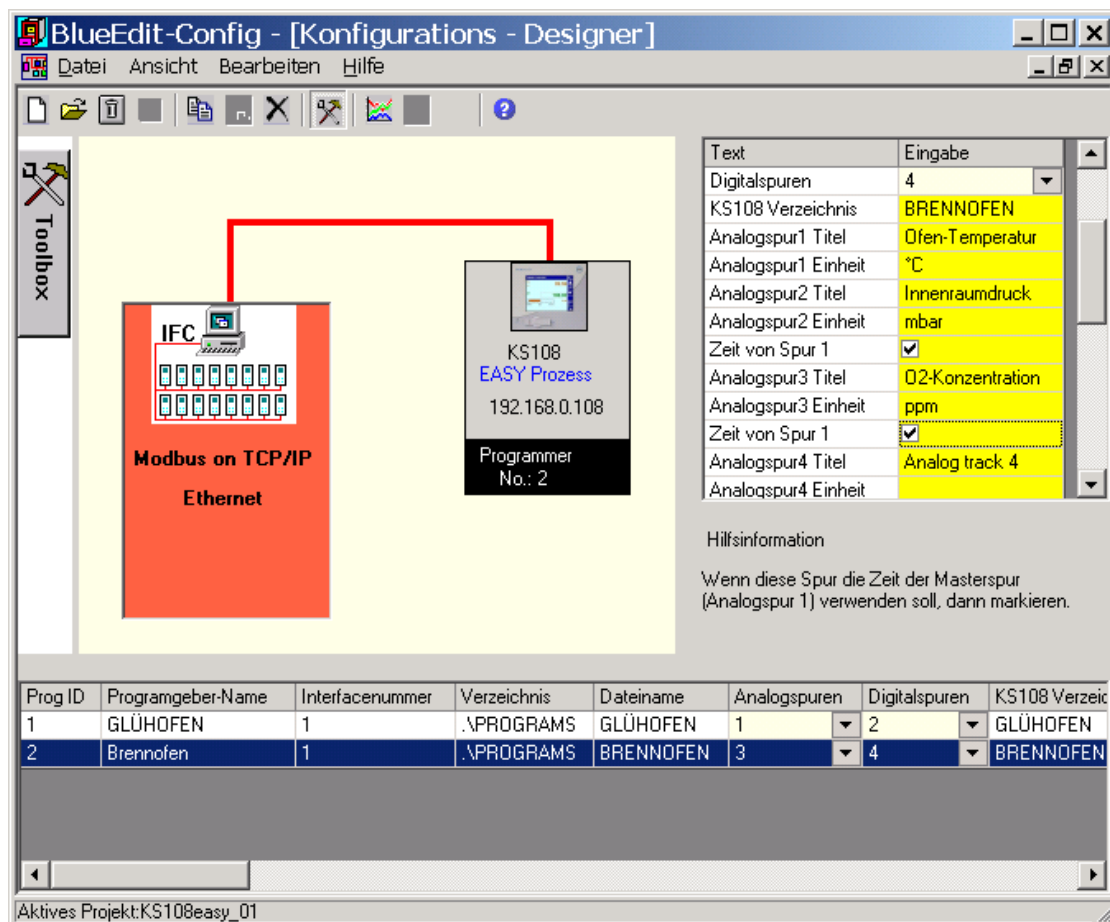

Abb. 22: Kontrollieren und Ändern der Einträge
III-7 Bedeutung der Programmgeber-Grundeinstellungen (Abb. 22: Kontrollieren und Ändern der Einträge)
- Einstellungen zu den Rezepten, wie Anzahl und Name oder Spuren, usw. (→ Abb. 22: Kontrollieren und Ändern der Einträge)